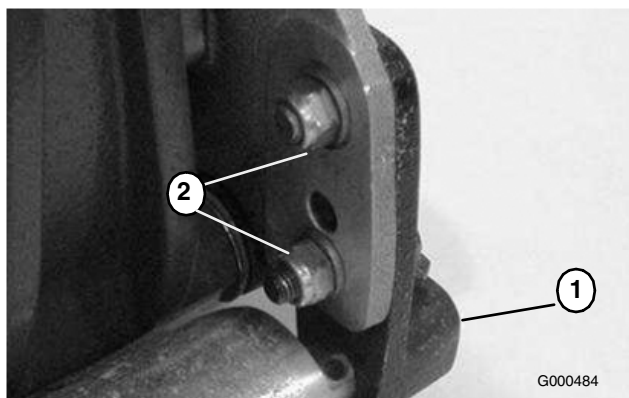

Figure 47
4. Desserrez les contre-écrous de fixation du support du rouleau arrière à la plaque latérale du plateau de coupe (Figure 47).